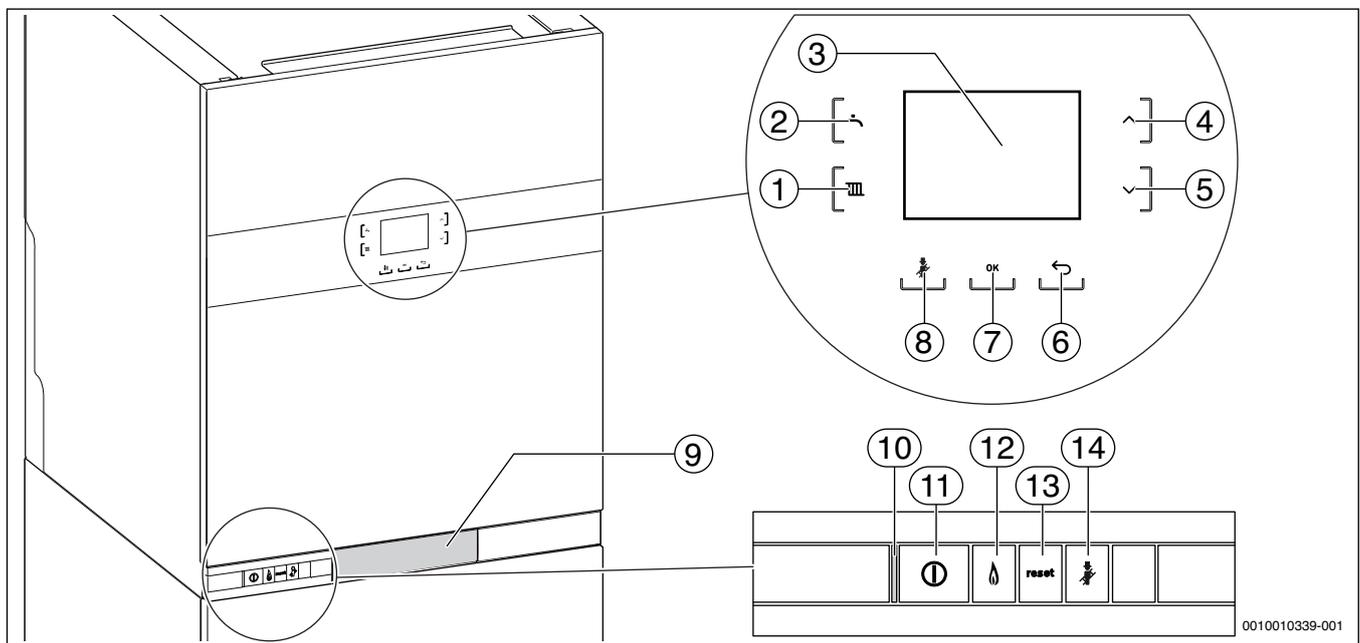

Fig. 1 Panoramica del pannello di comando
Queste istruzioni per l'uso descrivono le modalità di utilizzo della caldaia a gas a condensazione. A seconda del termoregolatore utilizzato (installato nell'apparecchio → fig. 1, o montato esternamente) il comando di alcune funzioni può divergere dalla presente descrizione. Attenersi pertanto anche alle istruzioni per l'uso del termoregolatore.
- ▶ Accendere l'apparecchio con il tasto ① (→ fig. 1).
- ▶ Spegnerne l'apparecchio con il tasto ① (→ fig. 1).